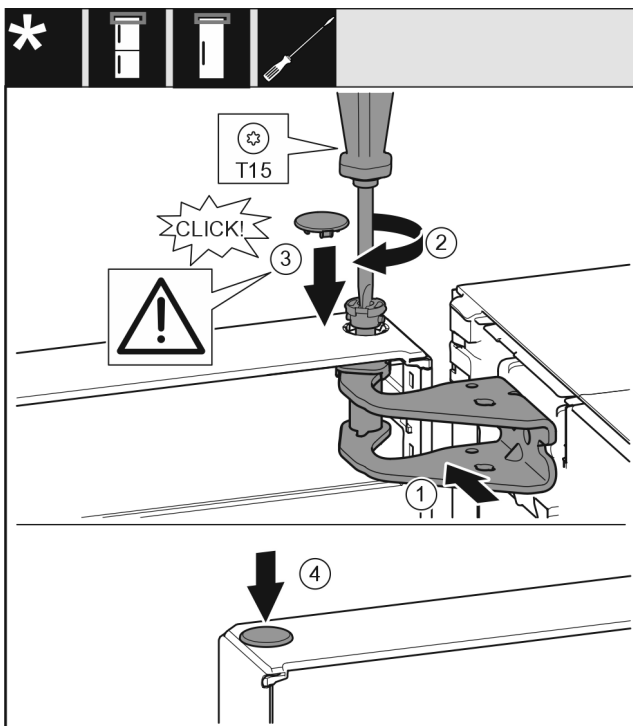

Fig. 19
- ▶ Вирівняйте дверцят зверху по отвору в опорному кронштейні. Fig. 19 (1)
- ▶ Вставте палець та закрутіть за допомогою викрутки T15. Fig. 19 (2)
- ▶ Встановіть захисну кришку для захисту дверцят: вставте захисну кришку і проконтролюйте, щоб вона прилягала до дверцят. Якщо це не так, повністю вставте палець. Fig. 19 (3)
- ▶ Вставте пробку. Fig. 19 (4)